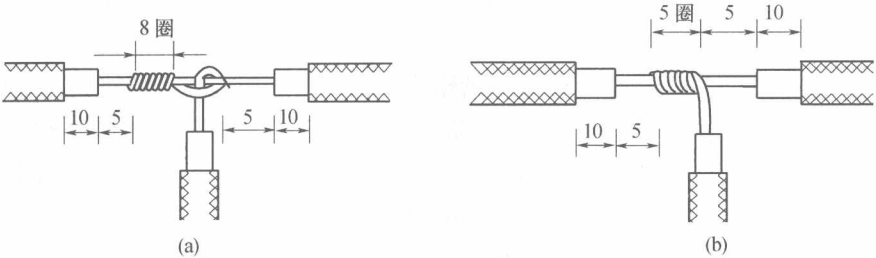

图 1-27 单股铜芯线的 T 字形分支连接
② 单股铜芯线的 T 字形分支连接,如图 1-27 所示。连接步骤如下:
a. 将支线芯线的线头与干线芯线十字相交,在干线芯线根部留出 3mm~5mm;b. 按顺时针方向缠绕支路芯线,缠绕 6 圈~8 圈后,用钢丝钳切去余下的芯线,并钳平芯线末端。如果连接导线的截面较大,两芯线十字交叉后直接在干线上紧密绕 8 圈即可,如图 1-27(a)所示;对于小截面的芯线可以不用打结,如图 1-27(b)所示。